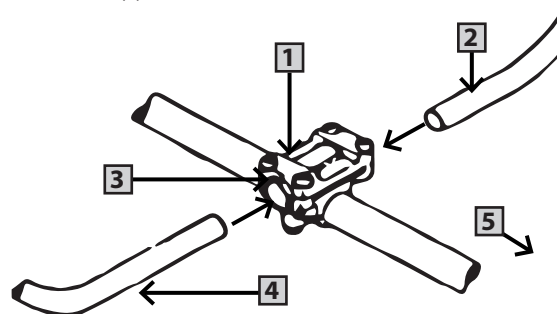

Рисунок 4.1
Установка U-образной рукоятки (рис. 4.1):
- 1 Ослабьте болты (3) на верхней крышке кронштейна (1).
- 2 Вставьте левую (4) и правую (2) ручки управления в соединительный кронштейн согласно рис. 4.1. и затяните болты (3).